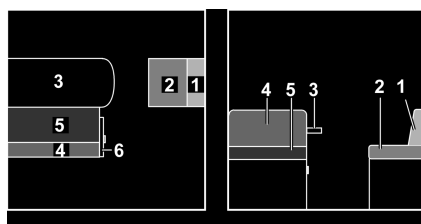

Fig. 128 Avant la transformation
- Agrandir la table (Fig. 128,3) et transformer la table suspendue agrandie en sommier de lit (voir paragraphe 7.7).
- Tirer la poignée et ouvrir le portillon (Fig. 128,6).